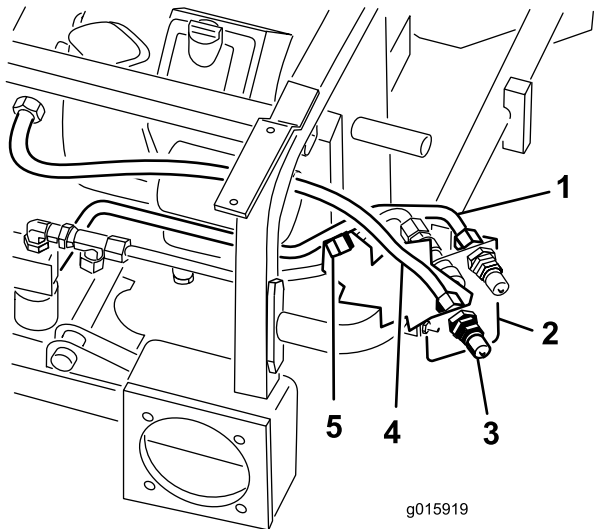

Figura 17
8. Conecte provisionalmente el tubo hidráulico N° 5 (manguera) al acoplamiento macho inferior (Figura 17).